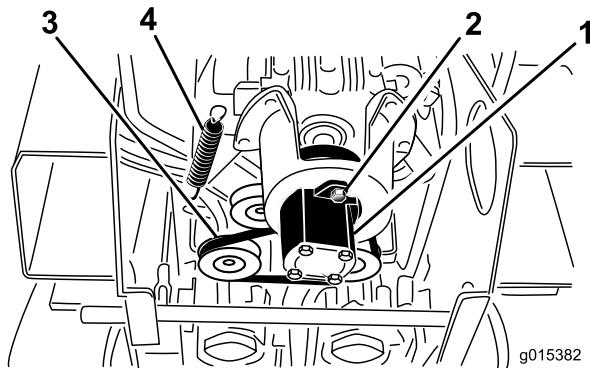

Bild 52
5. Lösen Sie die 2 Pumpenschrauben (Bild 52).
6. Drehen Sie die Pumpe nach links und lassen Sie sie nach unten, von der Riemenscheibe weg, ab (Bild 52).
7. Ziehen Sie das Ende der Spannscheibe mit einem Federzieher (vom offiziellen Vertragshändler erhältlich) oder einem starren Metallhaken von der Federschraube, um die Riemenspannung zu lösen (Bild 52).